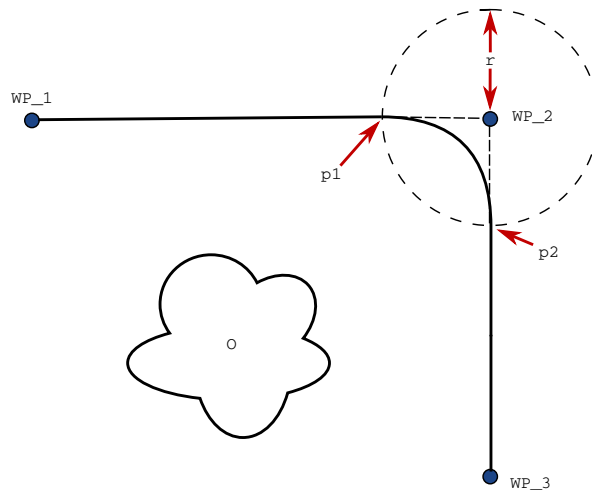

Figura 14.3: Transición de WP\_2 con radio  $r$ , posición de transición inicial en p1 y posición de transición final en p2.  $o$  es un obstáculo.
**Parámetros de transición** Además de los puntos de paso, otros parámetros afectarán a la trayectoria de transición (ver figura 14.3):